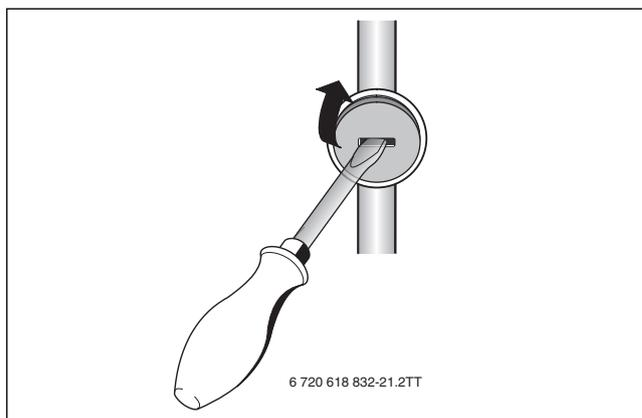

Fig. 54
- ▶ Togliere il sigillo presente sulla valvola di regolazione della portata gas (fig. 54).